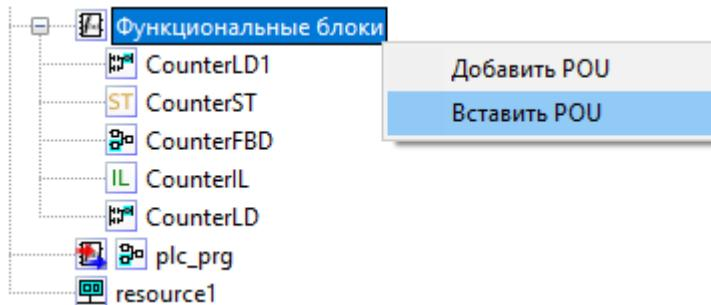

Рисунок 5.8 – Вставка скопированного элемента дерева проекта
- 2) в появившемся контекстном меню выбрать «Вставить» (рисунок 5.8);